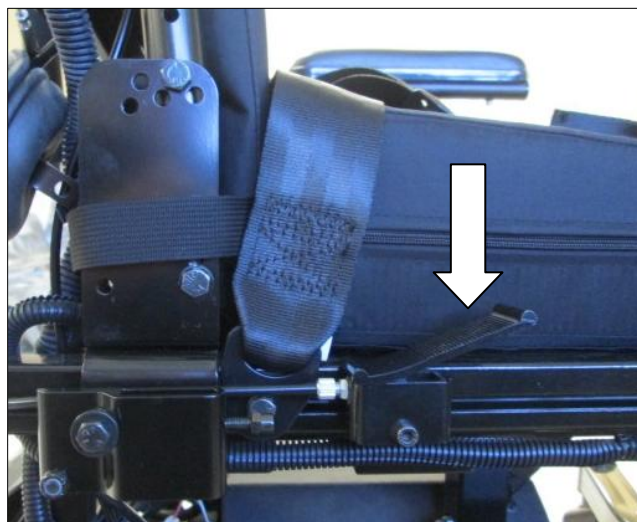

Figure 34-A : Dossier inclinable par vérin pneumatique.
- 1- Appuyer à nouveau sur la manette d'inclinaison située au niveau de l'assise (voir; figure 34-A).
- 1- Utiliser le boîtier de contrôle placé sur le côté (droit ou gauche) du fauteuil si vous avez un contrôle accessoire électrique sur votre fauteuil et tirer l'interrupteur vers l'arrière (voir; figure 34-B). Si vous avez plus d'un accessoire électrique, ou que votre dossier est contrôlé via manette, vous devrez utiliser la manette du boîtier de commande (voir; manuel d'utilisation R-Net).